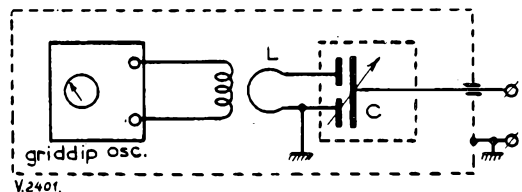

Fig. 2. C = differentiaalcondensator, bijv. 50 pF. L = koppellusje met de spoel van de roosterdip-oscillator
**Punt 3.** Beter is het de oscillator in een „koekdoos“ te plaatsen, daar de uitgestraalde energie te groot wordt. In de koekdoos bouw men een verzwakker volgens fig. 2. De uitgangsspanning is nu d.m.v. C te regelen.